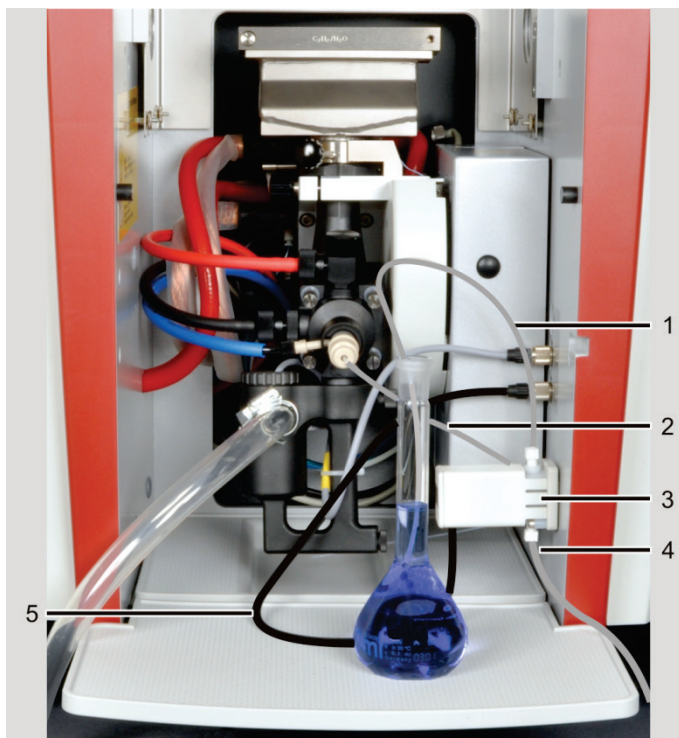

Fig. 47 SFS 6 per caricamento manuale dei campioni installato
- Tubo di media lunghezza nel raccordo superiore – collegamento al campione (1 in Fig. 47)
- Tubo corto nel raccordo di lato – collegamento alla cannula del nebulizzatore (2)
- Tubo lungo nel raccordo inferiore – collegamento alla soluzione di lavaggio (4)
3. Inserire il cavo di controllo (5 in Fig. 47) nella presa a due poli sulla parete del vano campioni.
4. Inserire il tubo corto (2) sulla cannula del nebulizzatore.
5. Immergere il tubo lungo (4) nel flacone di riserva con la soluzione di lavaggio.
6. Immergere il tubo di media lunghezza (1) nel recipiente del campione o collegarlo alla cannula di aspirazione del campionatore.